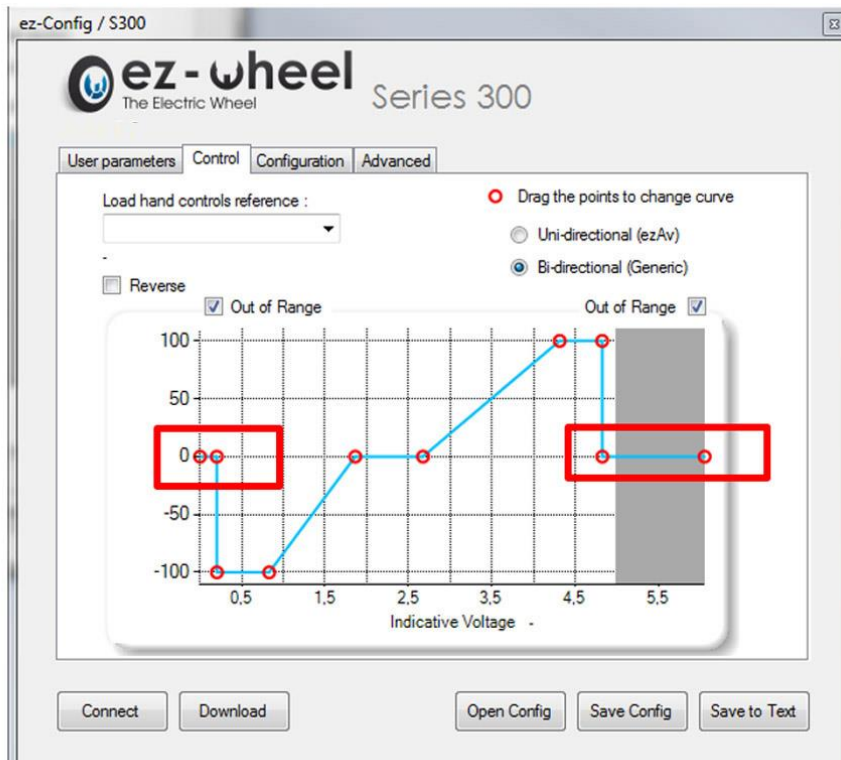

Figure 12 - Out of range
- ⚠ La commande se fait toujours en 0-5V, avec une valeur de position de repos à environ 2.5V (roue arrêtée), (figure 12).